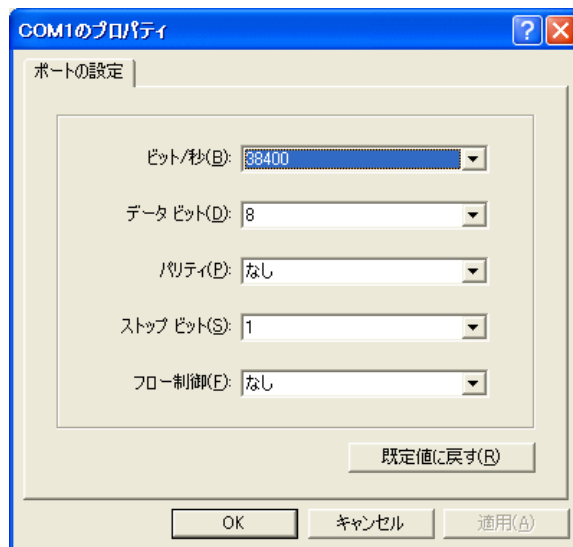

図 16 通信設定の画面
- さらに、[通信設定]のボタンを押し、図 16 を参考に同様の設定を行ってください。終了したら[OK]ボタンを押ししてダイアログを閉じます。